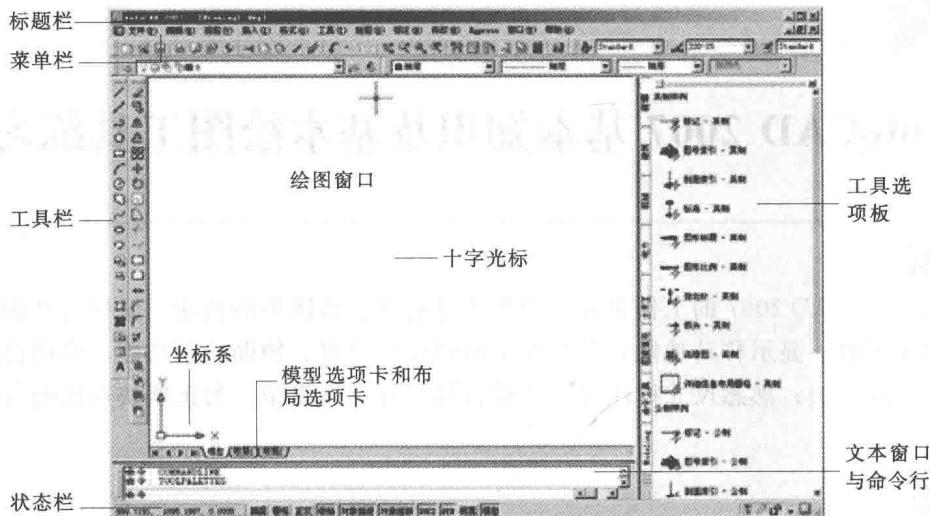

图 1-1 AutoCAD 界面组成
(1) AutoCAD 2007 打开方式。包括：①双击桌面 CAD 图标；②选择【开始】→【程序】→【Autodesk】→【AutoCAD 2007】。
(2) AutoCAD 界面组成。AutoCAD 界面组成如图 1-1 所示。包括标题栏、菜单栏、工具栏、绘图窗口、命令行、状态栏和工具选项板窗口。